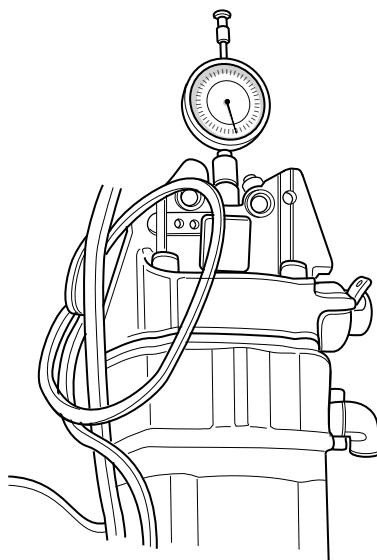

Fig.50
3. Dal P.M.S., con un comparatore inserito nel foro candela (Fig.50), con valvole chiuse si fa ruotare il rotore in senso antiorario fino a che la spina inserita vada a fondo (posizione di allineamento fra rotore e statore). In tale posizione il pistone deve essere sceso di **8 mm**. dal P.M.S. (tale controllo avviene leggendo il comparatore).
3. From the P. M. S., with a inserted comparator in spark plug hole (Fig. 50), with valves closed, it rotating counter-clockwise the rotor until that inserted pin go at bottom (position of alignment between rotor and stator). In such position the piston has to have descended of **8 mm** from the P. M. S. (the check it happens reading compa-rator).
3. Par comparateur inséré dans le trou bougie (fig.50) avec soupapes fermées faire tourner le rotor du point mort haut en sens contraire aux aiguilles d'une montre de sorte que la cheville soit à fond (alignement entre rotor et stator): le piston doit être **8 mm**. dessus le point mort haut (lire la valeur sur le comparateur).